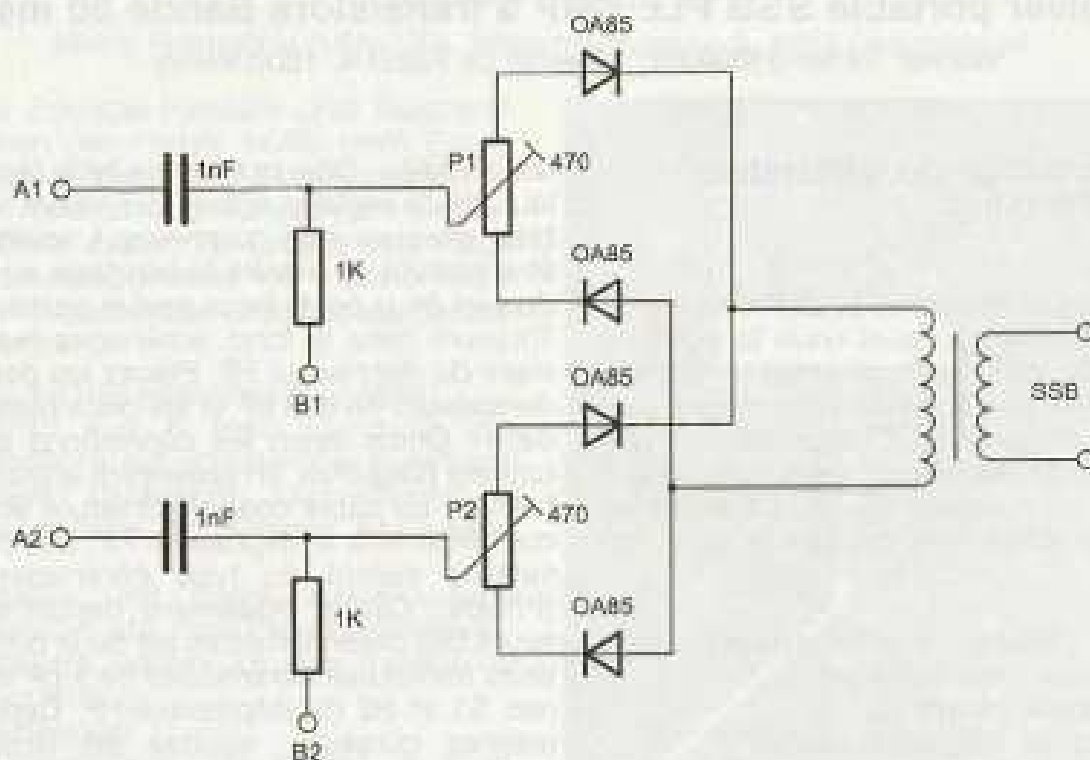

Figure 12: Système Phasing complet (double modulateur équilibré)
Ces quatre diodes seront momentanément câblées par deux pour la mise au point qu'on effectuera plus tard. Soudez dans un premier temps deux diodes dans le bon sens à un potentiomètre, et les deux autres diodes, également dans le bon sens à l'autre potentiomètre. Pour cela, inspirez vous de la figure 12 (Système Phasing). Ne soudez pas dans l'immédiat les autres extrémités des diodes. Ces diodes partiront à la verticale dans le mini boîtier qui aura une hauteur de 3 cm.
7.7.4 Réglages du Phasing (voir figure 12)
Soudez alors maintenant les deux modulateurs équilibrés selon la figure 12 sans rien retoucher aux réglages précédents.